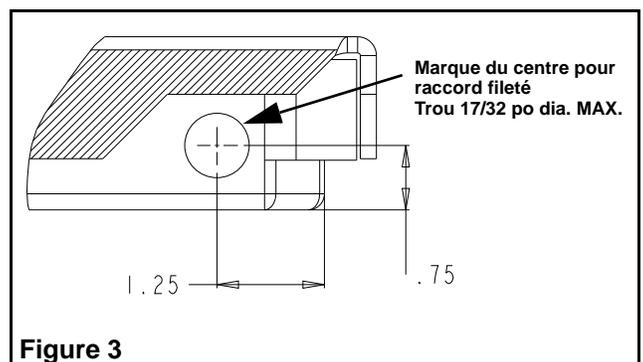

Figure 3
MISE EN GARDE : À défaut d'observer le perçage suggéré, vous risquez d'endommager la carte imprimée et les fils (voir figure 3).
1. Percer un trou comme l'indique la figure 3 afin d'installer le raccord Nema 3R. La localisation du trou est indiquée par une marque sur le boîtier. Utiliser la lentille afin de vérifier qu'il n'a pas d'obstruction avec le trou percé.
1. L'unité peut être installée avec le pavillon(12) sur le dessus ou sur les côtés.
2. Percer les 2 trous comme l'indique la figure 3 afin d'installer les raccords Nema 3R. La localisation des trous est indiquée par une marque sur le boîtier. Utiliser la lentille afin de vérifier qu'il n'a pas d'obstruction avec le trou percé.